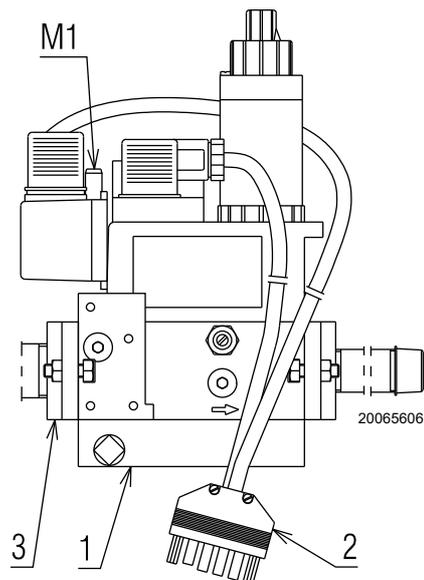

Fig. 17
- desenroscar los tornillos del conector macho de 6 contactos 2)(Fig. 17) de la rampa de gas;